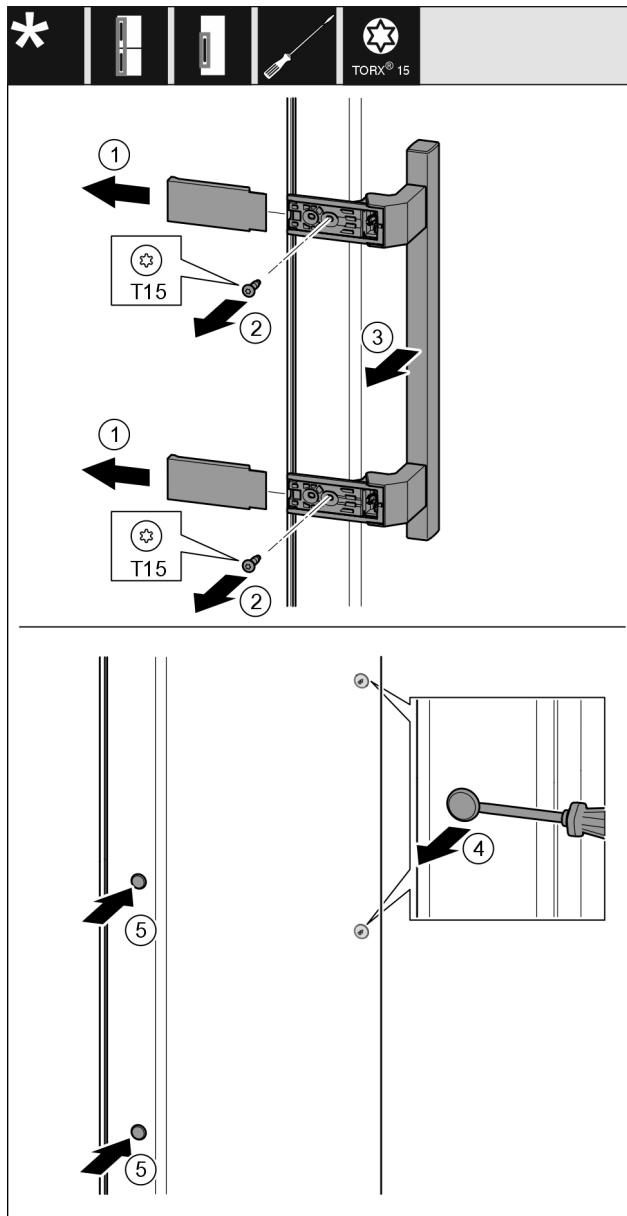

Fig. 19
- ▶ Retirer le cache Fig. 19 (1).
- ▶ Retirer les vis Fig. 19 (2) avec un tournevis.
- ▶ Retirer la poignée Fig. 19 (3).
- ▶ Soulever et retirer avec précaution le cache latéral Fig. 19 (4) avec un tournevis plat.
- ▶ Replacer le cache Fig. 19 (5) de l'autre côté.